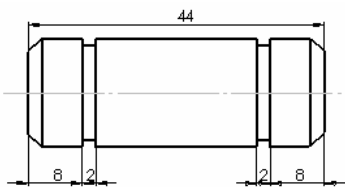

图 15-14 绘制中心线
④ 选择“草图”工具栏中的命令,在主视图中绘制中心线,如图 15-14 所示。